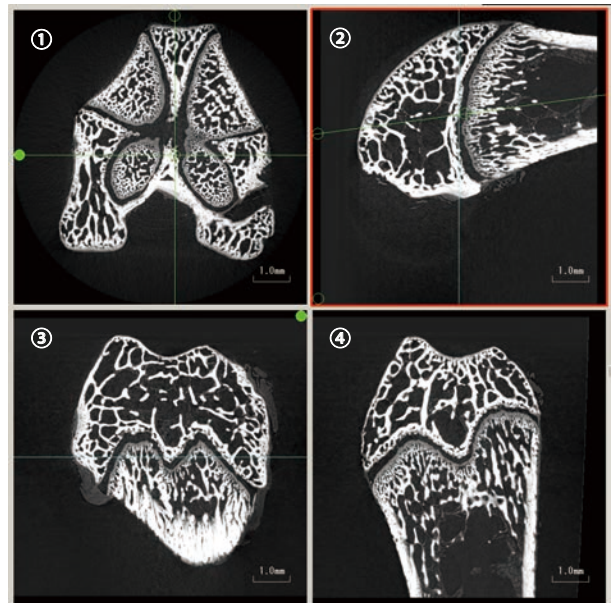

Fig. 7 マウス大腿骨の MPR 画像
Fig. 7 は MPR 画像を示しています。MPR 画像は複数枚の CT 画像を仮想空間上に積み上げて, CT 画像①/互いに直交する縦断面画像②, ③/縦断面画像に直交する任意断面画像④を四つ並べて表示する表示方法です。MPR 画面において, 左上の①画像が回転軸と直行する断面を (大腿骨の断面) 表しています。左上の①画像において, 中央部から四方に広がる葉のような形をしているのが骨幹端です。また, ②, ③は縦断面を示しており, ②画像の左側, ③画像の上側が骨端です。骨端と骨幹端の間には成長板軟骨が存在しています。